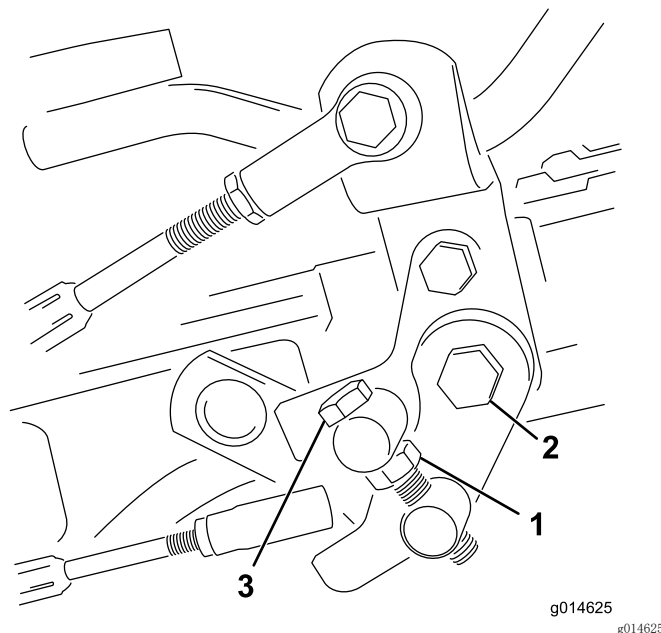

图48
1. 松开枢轴螺栓上的锁紧螺母（图48）。
4. 上紧枢轴螺栓上的锁紧螺母和踏板枢轴上的螺母，锁定调整（图48）。检查调整情况、并按需要调整。